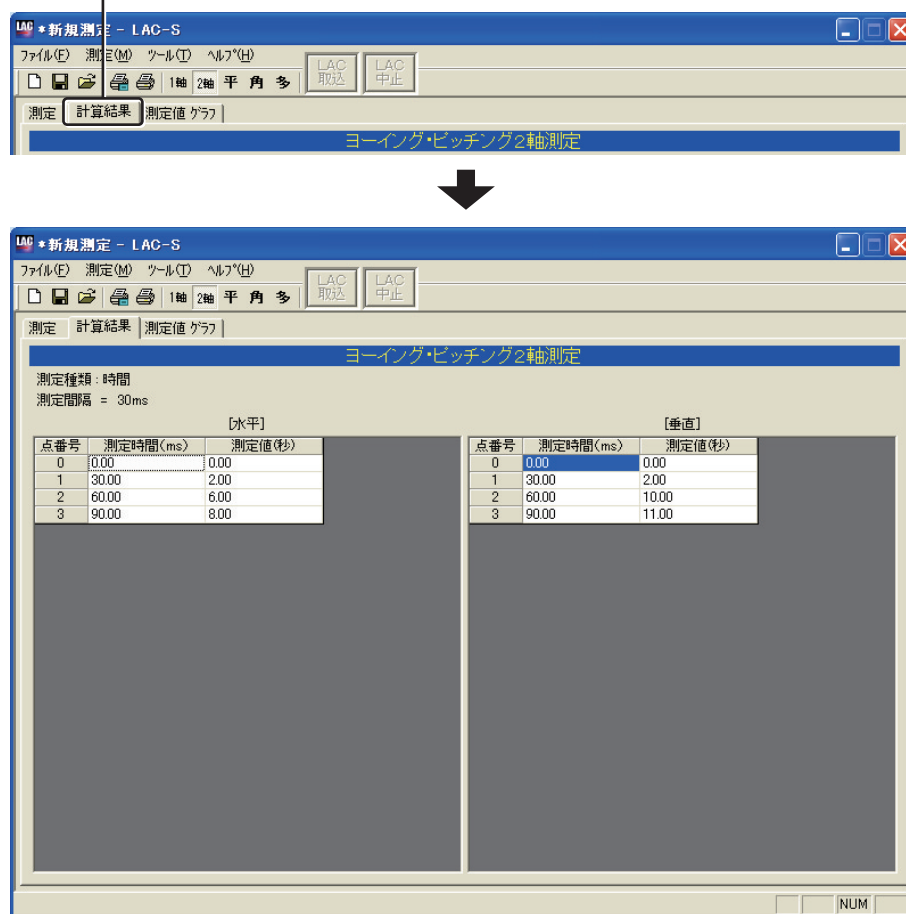

図5-8-13
5.8.2で行った「計算結果」を表示します。ヨーイング・ピッチング2軸測定画面の「測定結果」タブをクリックすると「計算結果」が表示されます(図5-8-13)。